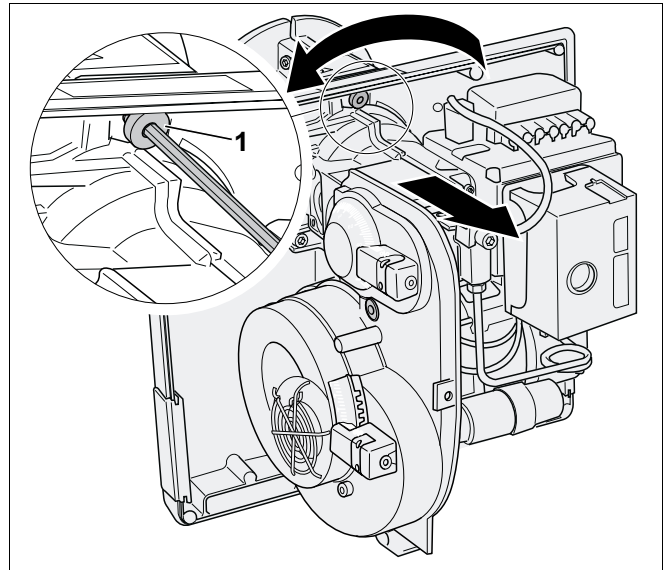

Рис. 18 Демонтаж горелки с монтажной плитой
- Ослабить сервисный винт на пол-оборота ключом для болтов с внутренним шестигранником (SW 4) (рис. 18, поз. 1).
- Повернуть горелку влево и вынуть из трубы горелки (рис. 18).